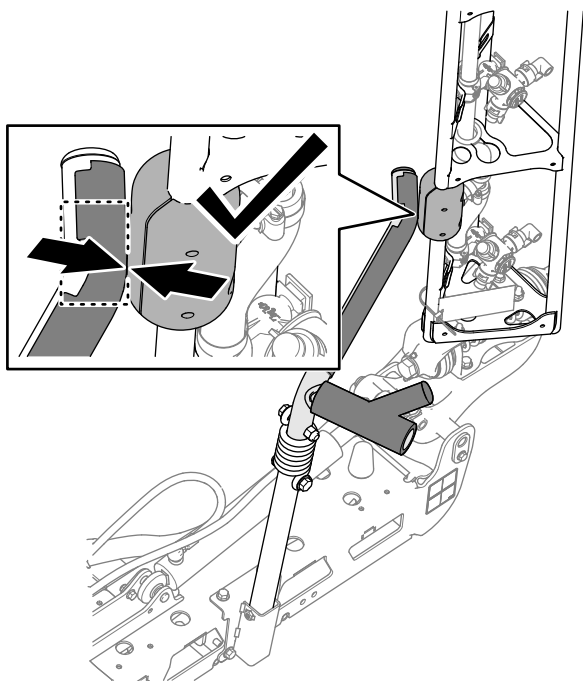

図 5
**注** ブロックが上側クレードルチューブの曲がり部分で接触していればクレードルの調整は適切です 図 5。